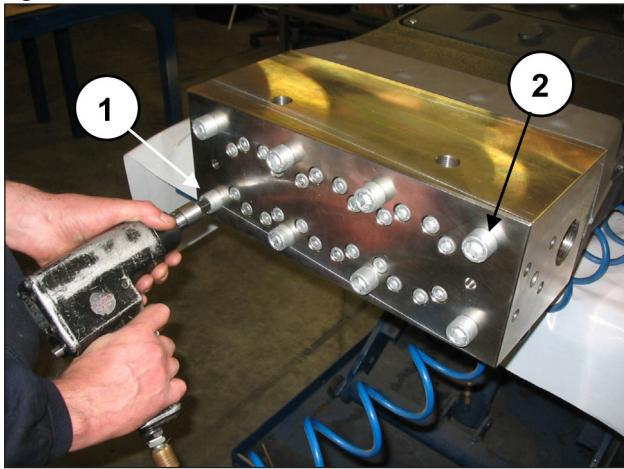
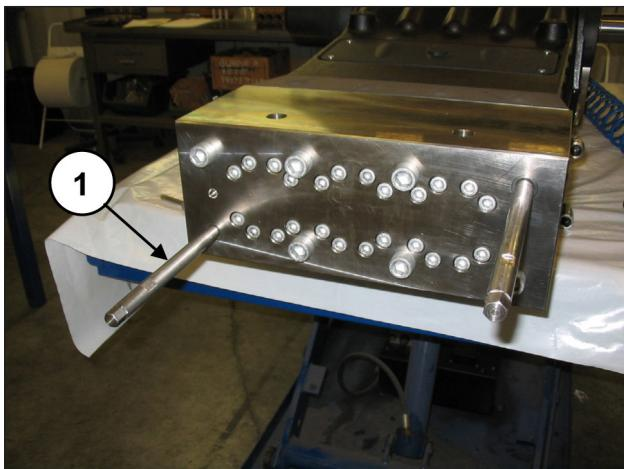

Fig. 95
Fig. 96
Aflojar los dos tornillos diametralmente opuestos de fijación de la cabeza M16x320 (pos. ① y ②, Fig. 95) sustituýéndolos con dos tornillos - clavija de servicio (cód. 27540200) (pos. ①, Fig. 96). A continuación, extraer los tornillos restantes.